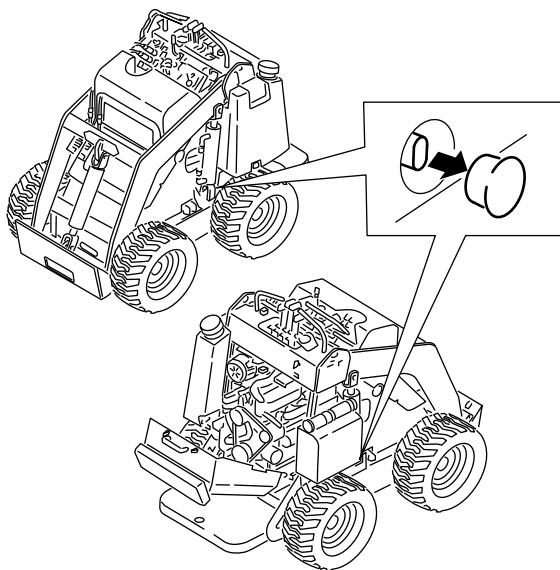

Figure 15
2. Enlevez l'obturateur de chaque vanne de remorquage (Figure 15).